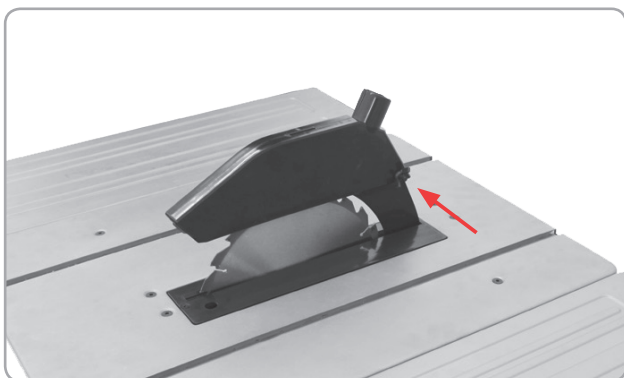

Fig.6
- Atașați protecția de pânză de fierăștrău pe despicător astfel încât șurubul să intre în gaura din despicător. Fig. 6
- Demontați protecția de pânză de fierăstrău (Fig. 6)